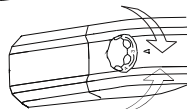

Fig.5
- La regolazione della temperatura, di entrambi i compartimenti, avviene ruotando la manopola del termostato (fig.5). Selezionare la posizione desiderata: